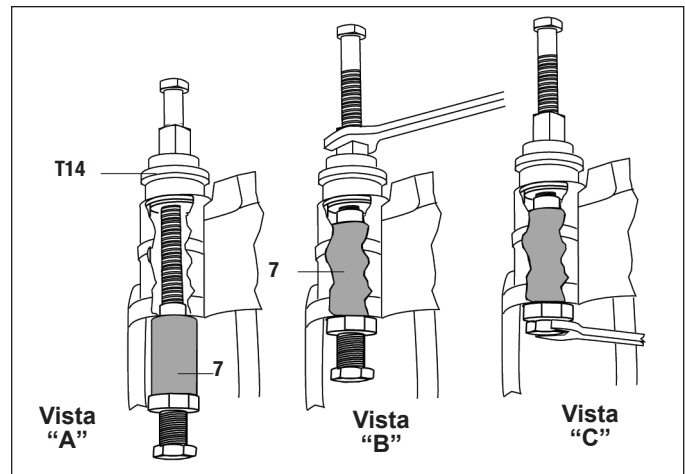

Figura 78 – Vista “A” y “B”: coloque el casquillo de latón en su posición. Vista “C”: bloquee el casquillo en su posición
5.6.22 Con la herramienta para hacer hoyuelos (T16) en posición, apriete el tornillo en su base hasta que haga contacto con la cubierta protectora del tornillo para hacer hoyuelos. El movimiento de este tornillo fuerza tres puntos hacia afuera, lo que deja muescas en el casquillo de latón. Consulte la figura 78, vista “C”.